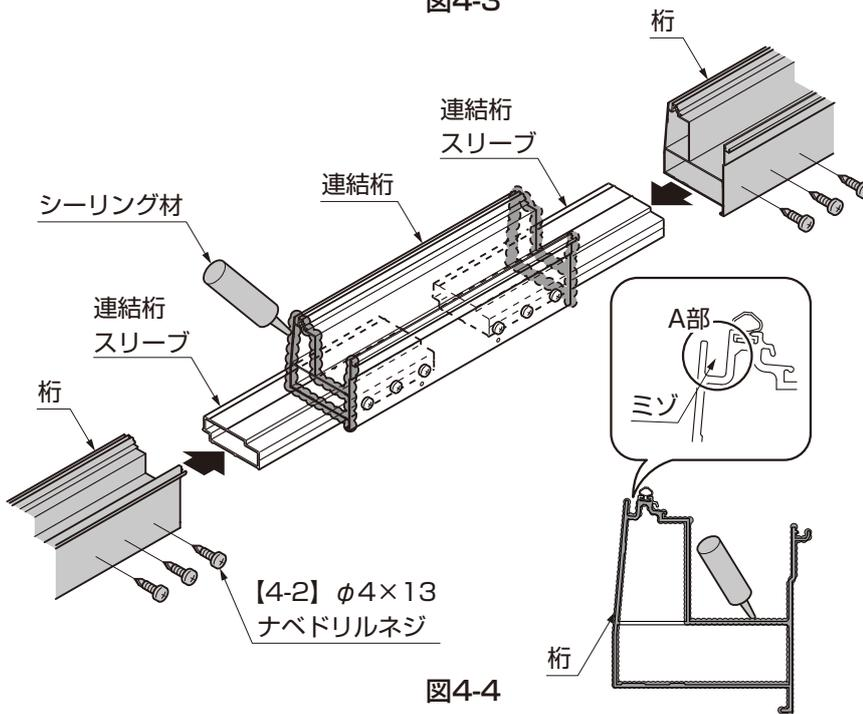

図4-4
- A部のミゾは、シーリングで埋めないようにしてください。(図4-4参照)